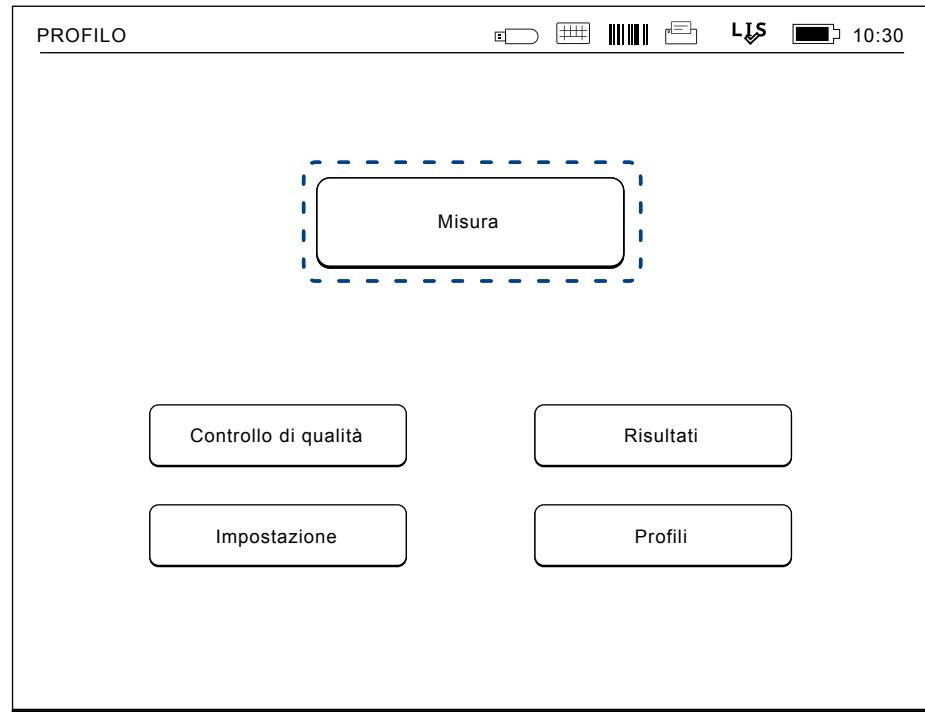

Figura 18
1. Scegliere *Misura* nel menu principale e seguire le istruzioni sul display (vedi **Figura 18**).